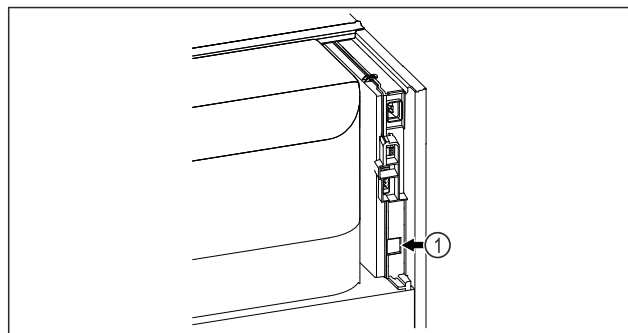

Fig. 109
- ☐ SmartModule Fig. 109 (1) is geplaatst.